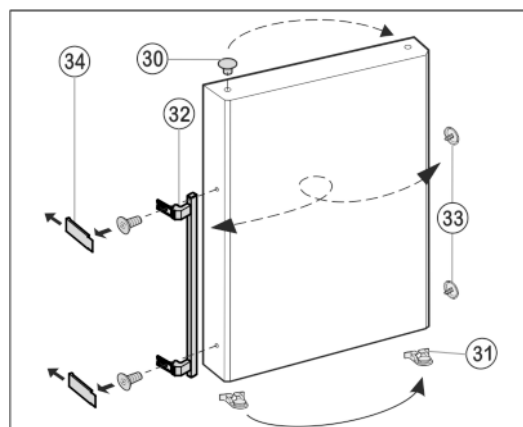

Fig. 12
- ▶ Lyft ur pluggen *Fig. 12 (30)* från dörrlagerbussningen och flytta den.
- ▶ Demontera dörrhandtag *Fig. 12 (32)*, pluggar *Fig. 12 (33)* och tryckplattor\* *Fig. 12 (34)* och flytta till motsatta sidan.